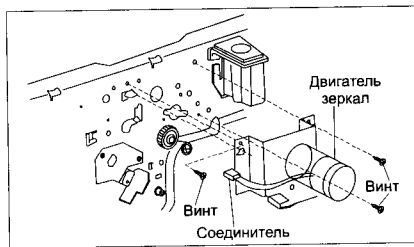

Рис. 7
- снимают узел двигателя зеркал, предварительно открутив три винта (рис. 7).